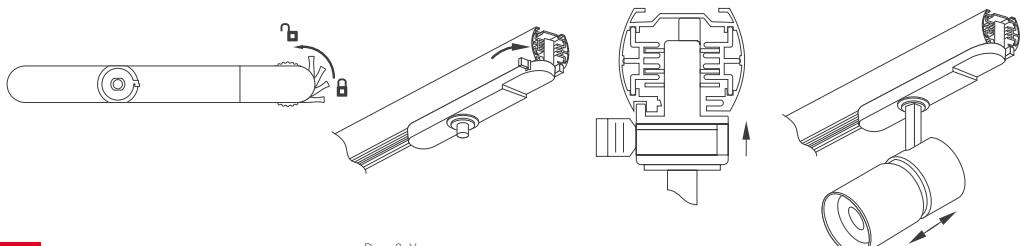

Рис. 2. Установка и подключение светильника
- На коннекторе питания открутите винт и снимите крышку. Соберите схему подключения согласно рис. 2. Используйте 5-жильный кабель. Обязательно подключите защитное заземление к клемме GND.
- Отрегулируйте необходимый угол излучения, переместив нижнюю часть светового модуля вниз/вверх, как показано на рис. 2.